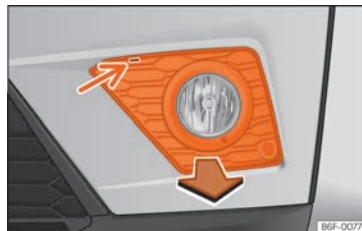

Abb. 57 Nebelscheinwerfer: Gitter herausziehen
- Einen Schraubenzieher in die Kerbe einführen » **Abb. 57** (Pfeil). Lösen Sie die Clips an den Rändern des Gitters durch Ziehen heraus.